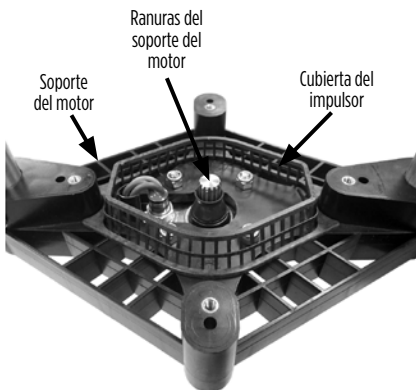

Figura 6
- Coloque la cubierta del impulsor sobre el soporte del motor, como se muestra. No se necesitan sujetadores (Figura 6).